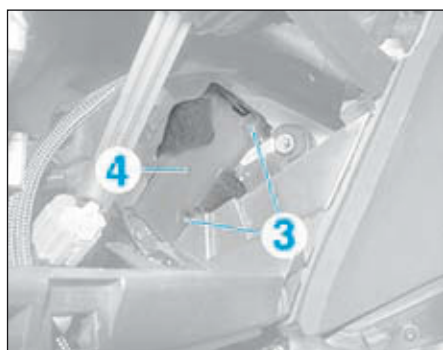

FIG.34
- Déposer les vis (3) et le support (4) du calculateur de détection de sous-gonflage (Fig.34).